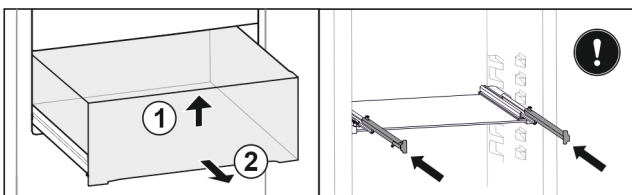

Fig. 66
- ▶ Sollevare il cassetto dal davanti. Fig. 66 (1)
- ▶ Rimuovere il cassetto tirandolo in avanti. Fig. 66 (2)